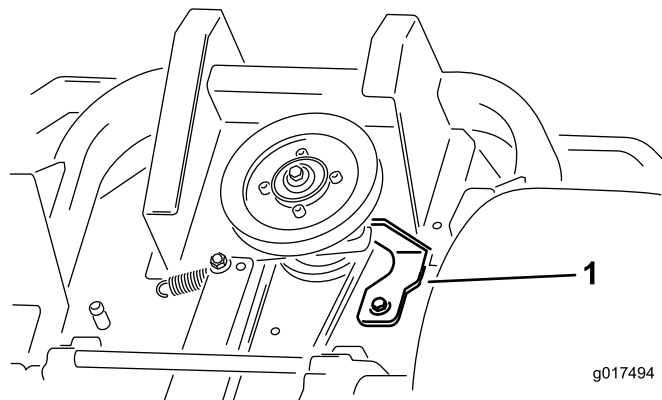

Figure 58
5. Déposez la butée d'embrayage montrée à la Figure 58.
9. Reposez la butée d'embrayage montrée à la Figure 58.